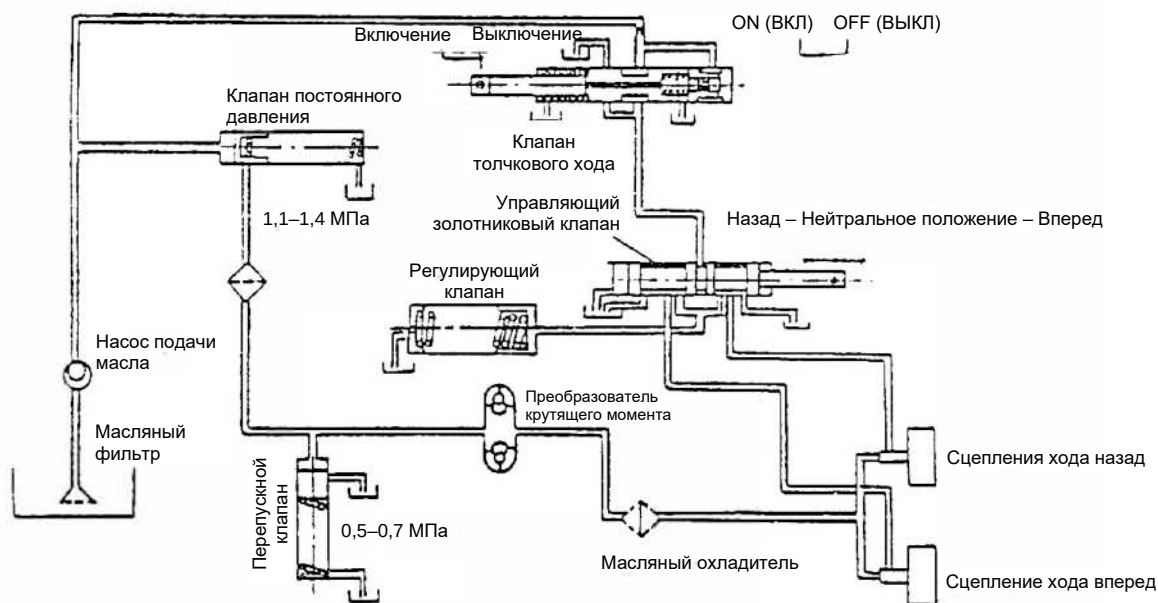

Рис. 4-7. Схема контура гидравлического масла
4.7 Гидравлический масляный трубопровод (гидравлическая передача) рис. 4-7